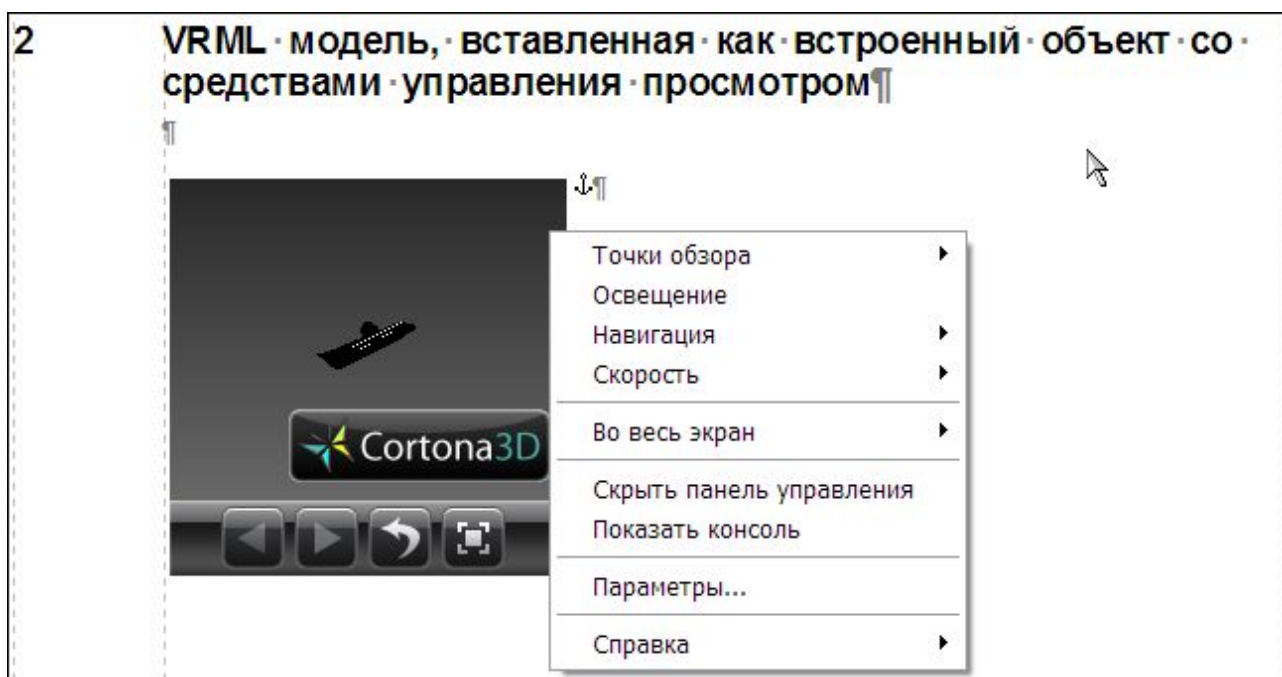

Рис. 3.198
3. В диалоговом окне **Вставить 3D-модель VRML** выберите вариант вставки **Встроить в документ**. Остальные параметры введите, как в предыдущем примере. 3D-модель VRML выглядит в документе, как показано на рис. 3.198.
4. Щелкните по объекту правой кнопкой мыши. При этом появится контекстное меню (Рис. 3.198).